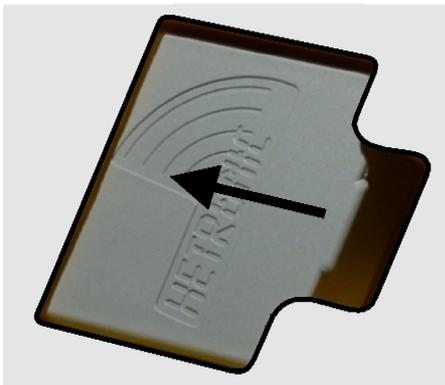

Abb. 1
- Akkublock (Abb. 1) in Pfeilrichtung drücken und nach oben entnehmen (Abb. 2).
- Den Akku-Pack mit den Kontaktflächen nach vorne (Abb. 1) einschieben. Hierbei leichten Druck auf den Akku-Pack ausüben, bis er vollständig eingerastet ist.